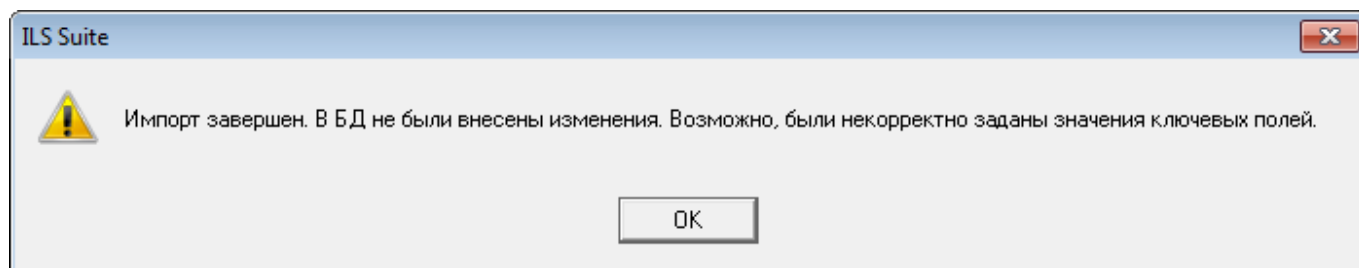

Рис. 10-84 – Сообщение о невозможности выполнить импорт данных
– В случае если соответствие между колонками в обменном файле и полями БД не удалось установить автоматически, необходимо задать его вручную. Для этого раскрыть список полей БД, нажав кнопку в правой части ячейки в строке «Поле БД», и затем выбрать нужное значение из списка (рис. 10-84).